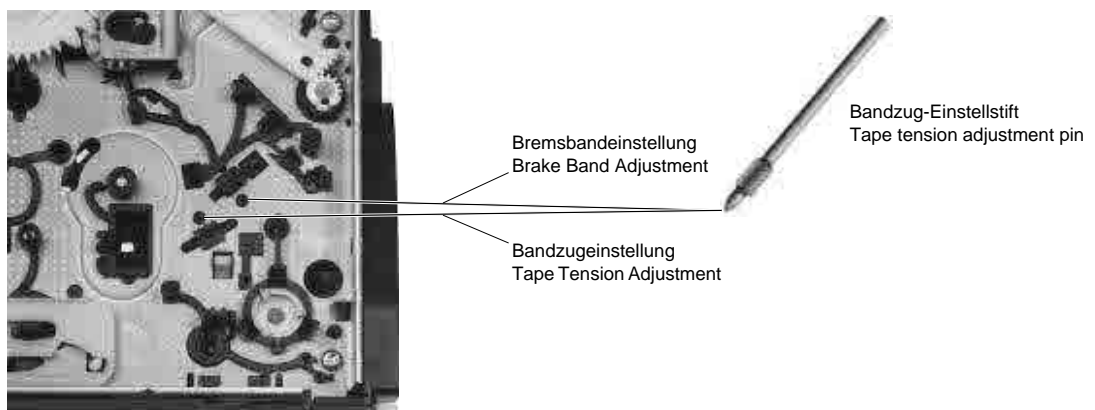
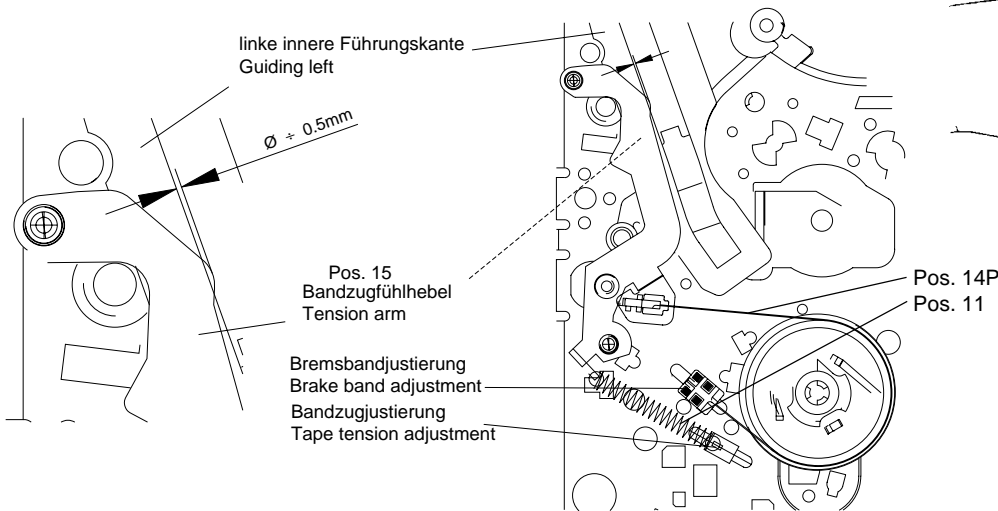

Fig. 26
Fig. 27
- Mittels Bandzug-Einstellwerkzeug (von der Unterseite des Laufwerks, Fig. 26) das Bremsband (Fig. 27, Pos. 14P) so einstellen, daß die Nase des Bandzugfühlers (Pos. 15) deckungsgleich mit der linken inneren Führungskante der Führung links ist (Fig. 27).
- Mit dem Bandzug-Einstellwerkzeug die Feder (Fig. 27, Pos.11) auf einen Bandzug von $0,24N \pm 0,02N$ ($24g \pm 2g$) einstellen (Fig. 27).
- Adjust the brake band (Fig. 27, Pos. 14P) by means of the tape tension adjustment tool (from the underside of the tape deck, Fig. 26) so that the edge of the elbow of the tape tension arm (Pos. 15) overlaps with the left inner edge of the left guide (see Fig. 27).
- Adjust the spring (Fig. 27, pos.11) to a tape tension of $0.24N \pm 0.02N$ ($24g \pm 2g$) by means of the tape tension adjustment tool (Fig. 27).